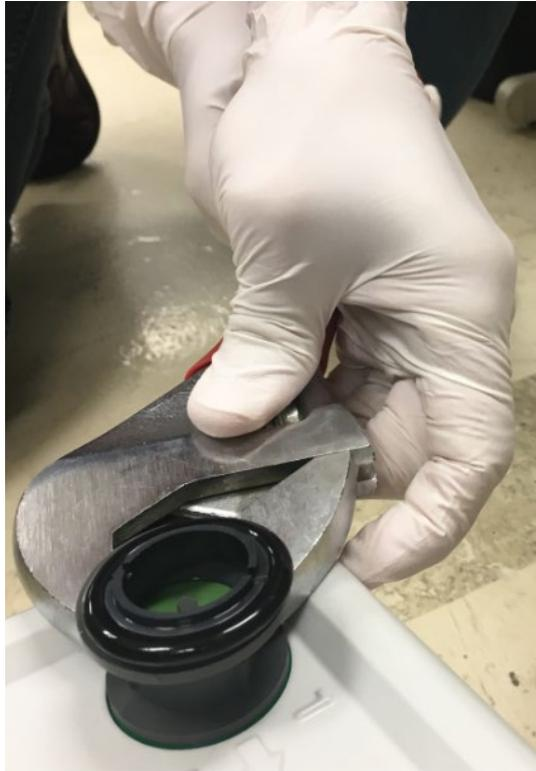

图 25: 拧紧灰色排气口适配器
- 4) 使用可调扳手拧紧泵上的灰色排气口适配器。必须将它拧紧，以防止漏油。见图 25。